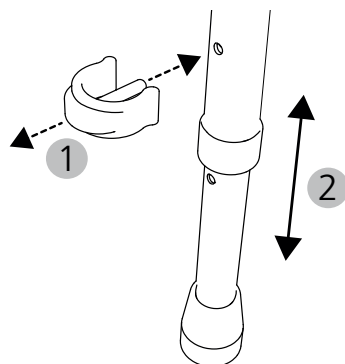

fig. 3
1. Retirez le clip embrochable situé sur le pied télescopique (fig. 3, 1).
2. Réglez le pied télescopique à la longueur souhaitée (fig. 3, 2). Pour cela, faites chevaucher l'alésage du tube intérieur et celui du tube extérieur.
3. Remettez le clip embrochable en place (fig. 3, 1) jusqu'à ce que la bride de fixation soit complètement encliquetée sur le tube. Le clip embrochable doit de nouveau dépasser de manière visible et sensible de l'alésage.